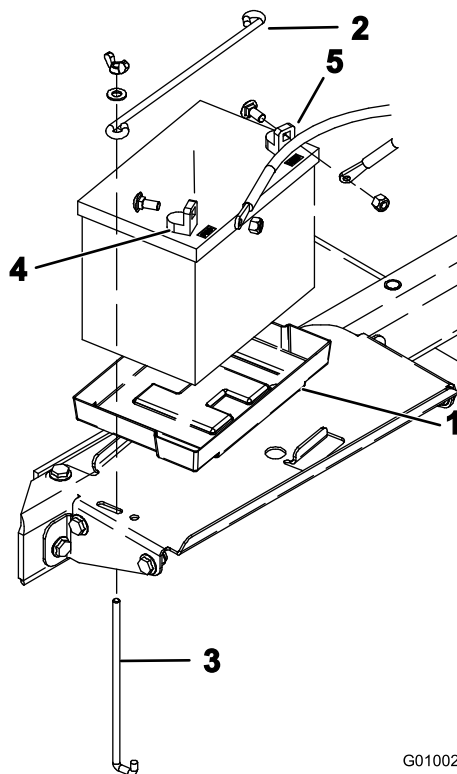

図 6
8. バッテリーボックスのトレイにバッテリーを載せる (図 6)。この時、端子が車体の外側へ向くようにする。
9. 横棒 (2 本)、縦棒 (2 本)、平ワッシャ、と蝶ネジ (2 個) でバッテリーを固定する (図 6)。
10. プラス (赤) ケーブルをプラス (+) 端子に、ボルトと蝶ナットで固定し (図 6)、次に、マイナス (黒) ケーブルをマイナス (-) 端子
に接続し、ボルトと蝶ナットで固定する（図 6）。ショート防止のために（+）端子にゴムキャップをかぶせる。